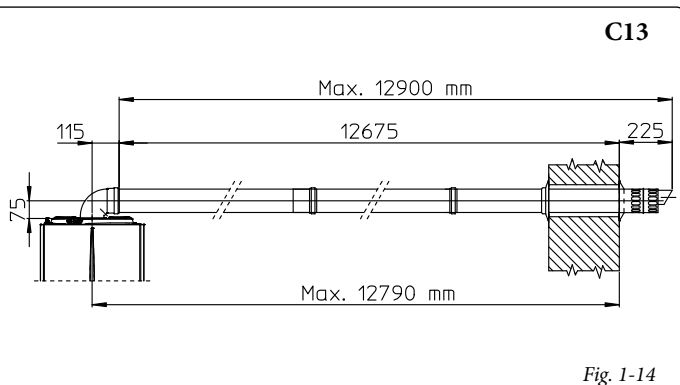

Fig. 1-14
- Prolunghe per kit orizzontale Ø 60/100 (Fig. 1-14). Il kit con questa configurazione può essere prolungato fino a una *misura max. di 12,9 m* orizzontali, compreso il terminale grigliato ed esclusa la curva concentrica in uscita dalla caldaia. Tale configurazione corrisponde ad un fattore di resistenza uguale a 100. In questi casi è necessario richiedere le apposite prolunghe.